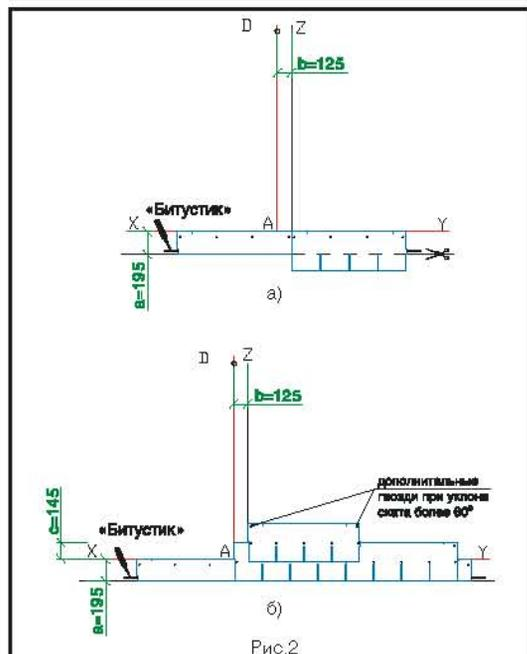

Рис.2
Укладка материала (рис. 2)
- Начальный ряд формируется из листов черепицы КЛАССИК, обрезанных по линии, образованной конечными точками вырезов. Полученные таким образом полосы шириной 19,5 см укладываются по линии карниза в обе стороны от линии Z (рис. 2а) и фиксируются по нижнему краю битумной мастикой «Битустик», а по верхней кромке 4 гвоздями (ось гвоздей на 5 см ниже верхнего края полосы);
- далее первый ряд черепицы укладывается от линии AD (рис. 2б);
- второй ряд укладывается от линии Z (со смещением 12,5 см от AD) (рис. 2б);
Каждый лист гибкой черепицы КЛАССИК крепится 5 гвоздями (ось гвоздей на линии битумных клеевых полос) таким образом, чтобы гвоздь прошивал и верхний край нижележащего листа черепицы (рис. 2б).